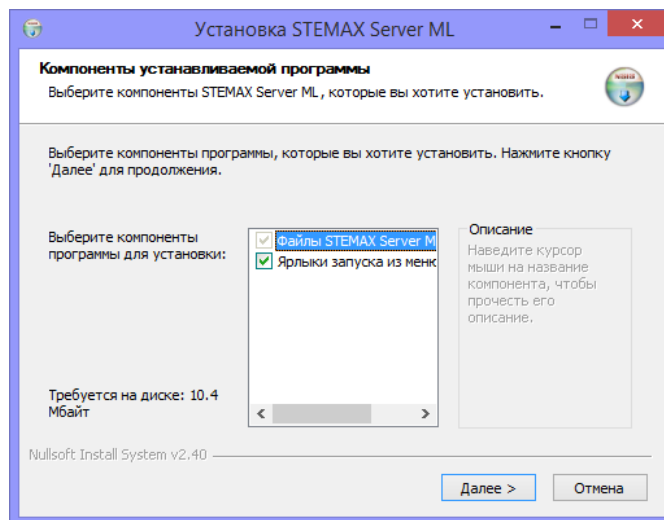

Рисунок 2.1 – Выбор устанавливаемых компонентов
2. В открывшемся окне (см. рисунок 2.1) нажмите кнопку